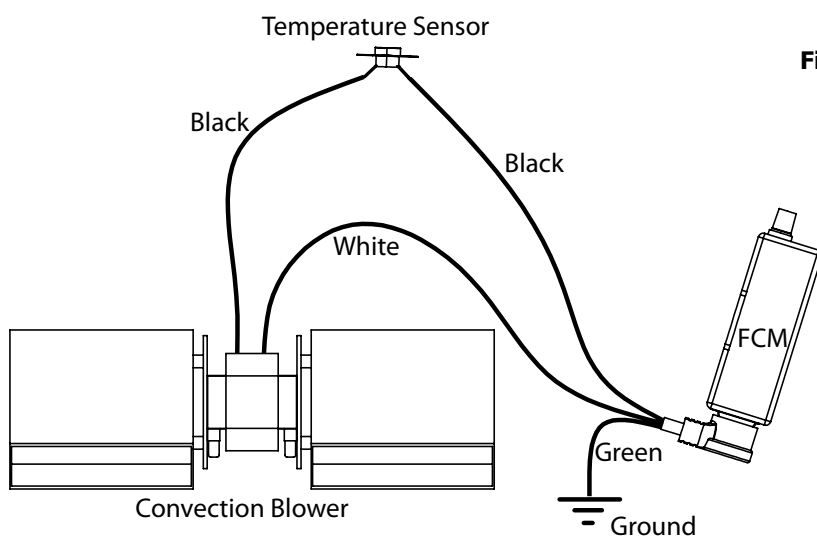

Figure 22: Câblage ventilateur
4. Le ventilateur peut ensuite être déconnecté du faisceau de câblage (voir Figure 22 pour câblage ventilateur).